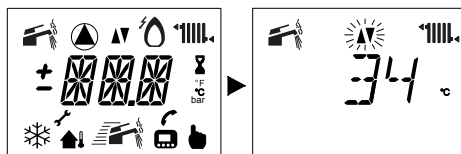

Figura 5.46
- Per modificare il SET programmato agire sui pulsanti   o   e aspettare che il numero programmato cominci a lampeggiare (Figura 5.46).